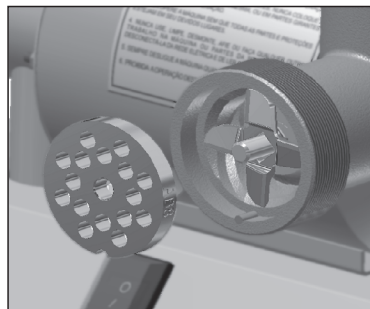

Figura 12
3.1.3 Escolha o disco para moer apropriado para sua necessidade (13 ou 14) conforme *figura 12*. O disco com furos menores (13) produzirá carne moída fina enquanto que o disco com furos maiores (14) produzirá carne grosseiramente moída.